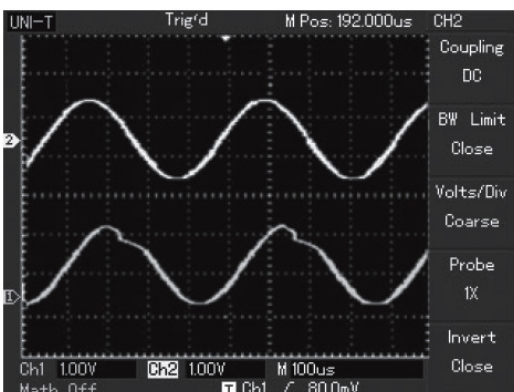

Рисунок 3-2 Задержка сигнала
- 2) Обратите внимание на изменения осциллограммы (см. Рисунок 3-2)